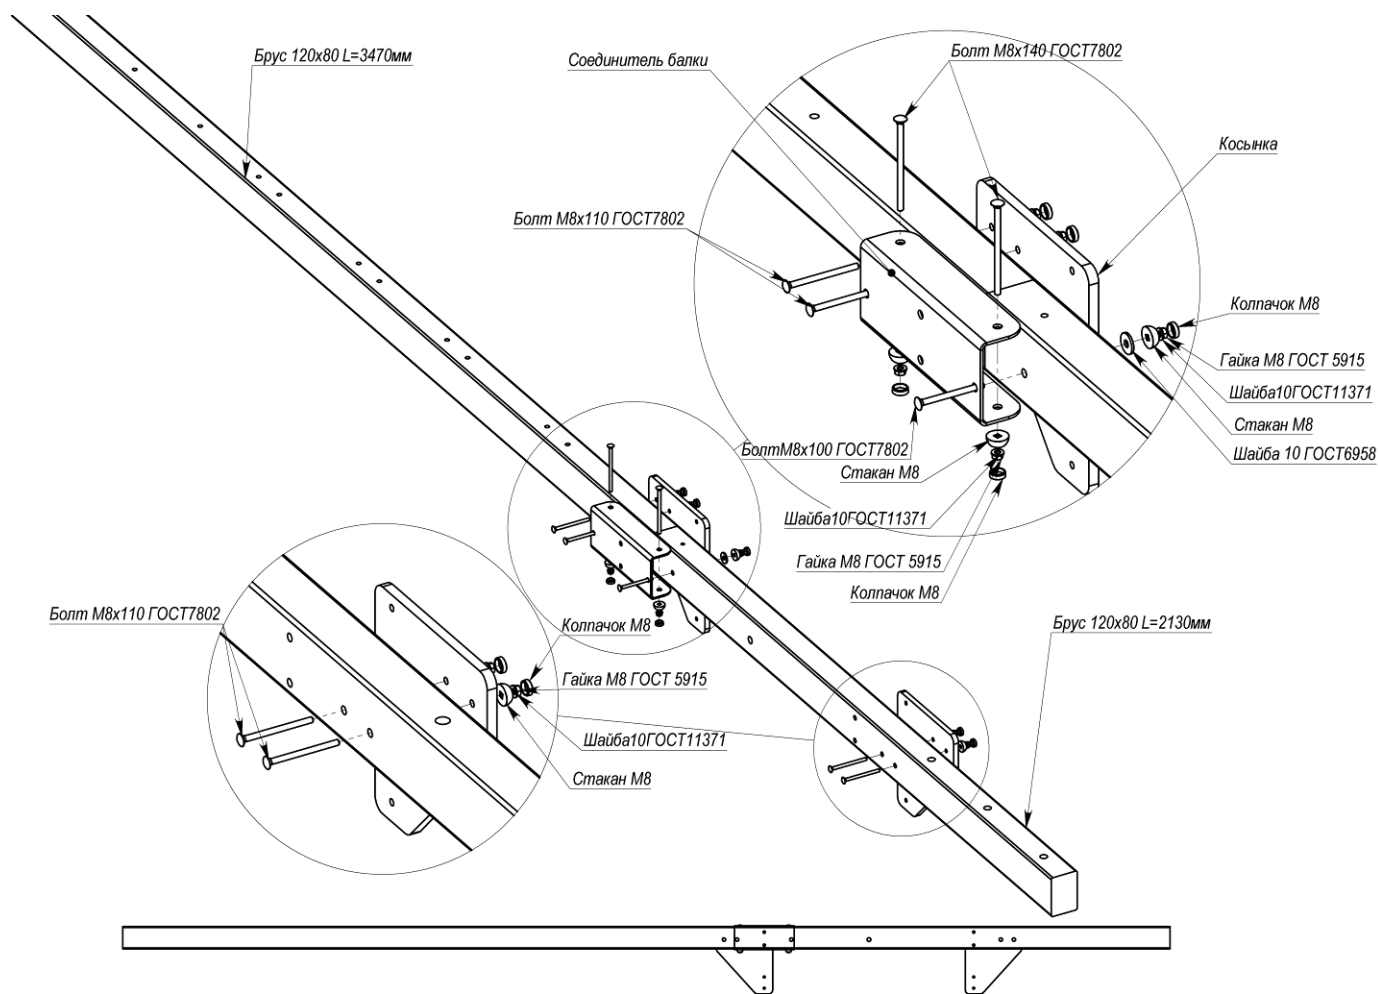

Рисунок 6 «Збирання балки»
- 9) Зібрати балку із двох брусів довжиною L=2130 та 3470 мм, з'єднавши їх за допомогою металевої скоби-з'єднувача (рис.6). Закріпити на ній дві косинки.